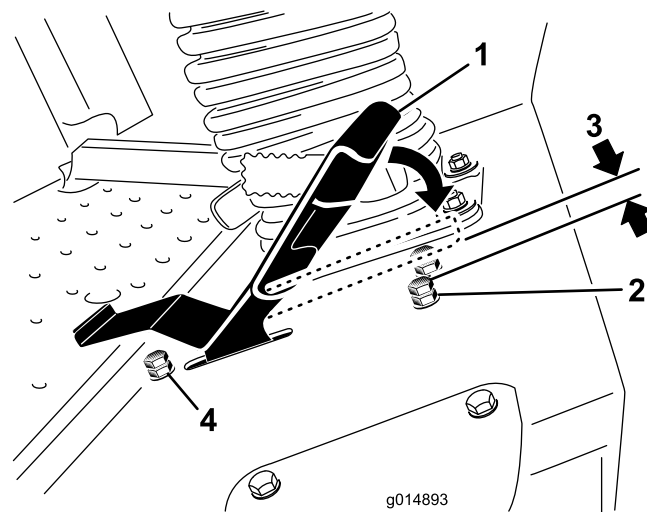

Figura 39
3. Allentate il controdado sul bullone di fermo del pedale della trazione (Figura 39).